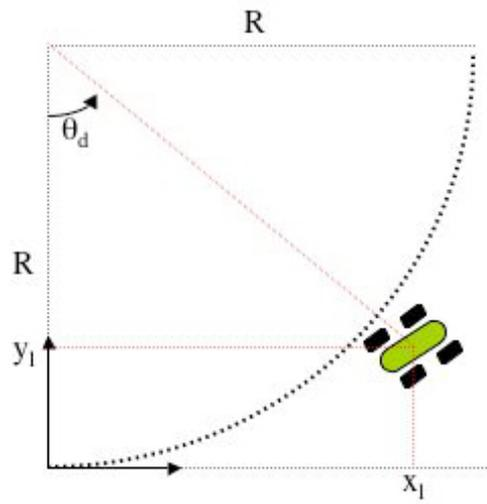

Figura 14: Ângulo de yaw desejado.
onde *R* é um valor conhecido, pois foi usado na construção da pista (ver Item 2.1). A Figura 14 mostra o ângulo de *yaw* desejado para o veículo dado sua posição na pista e (5) mostra como ele é calculado.